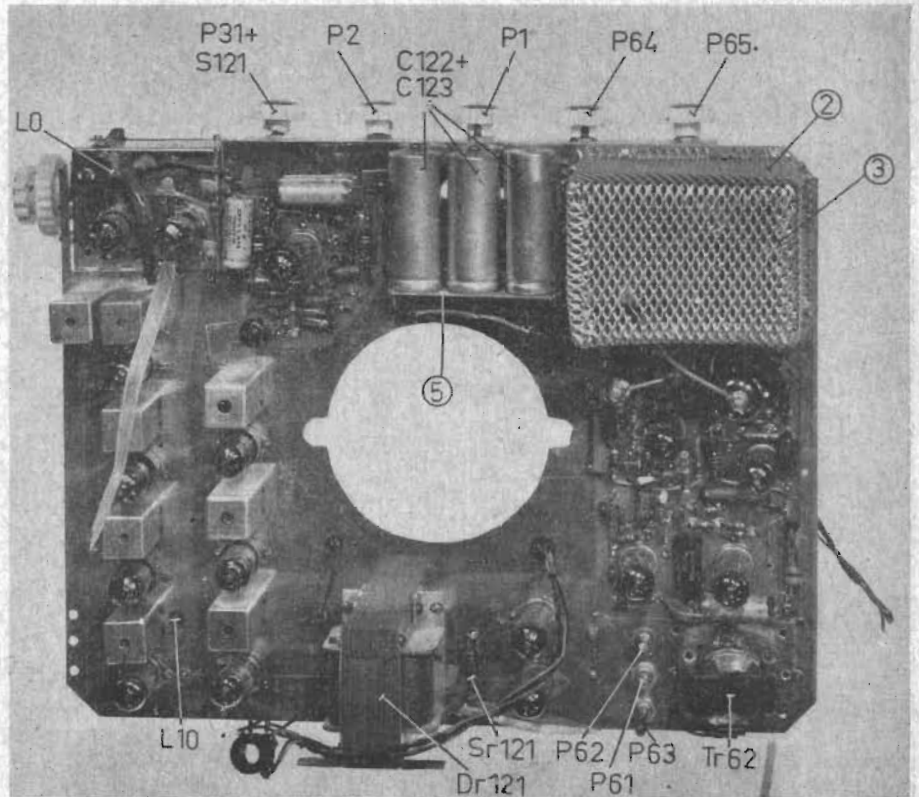

Fig 10
Måttskisser för chassiet och chassidetaler i TV-mottagaren. Det. (1) är huvudchassiet, i vilket hål upptages för delchassiet för avböjningsdelen och ljuddelens FM-diskriminator-dioder, EAA91, samt det kombinerade LF- och slutröret PCL82 (V33 och V34). Chassikanterna vikes framåt vid de streckade linjerna så som även framgår av fotografierna i fig. 10 och 11. Det. (2) och (3) avser den skärmburk som skall anbringas kring högspänningstransformatoren Tr63 och högspänningsdioden V66 för att förhindra störutstrålning. Skärmburken tillverkas av s.k. klippnät av aluminium med glesa maskor, $c/c=6$ mm, den ihopfogas med tunn blank koppartråd, som träs något varv genom motstående maskor i nätet varefter tråden vrids ihop. Burken fastskruvas i chassiet med skruvar som drages genom nätmaskor i den utvikta underkanten. Locket (3) »najas» fast vid skärmburkens sidor. Det. (4) avser den vinkel, anbringad på översidan av huvudchassiet, på vilken de fem kontrollrattarna för linje- och bildhållning, volym, ljus och kontrast anbringas. Det. (5) är den lilla aluminiumvinkel, på vilken nätfiltorkondensatorerna (C122+C123) anbringas.